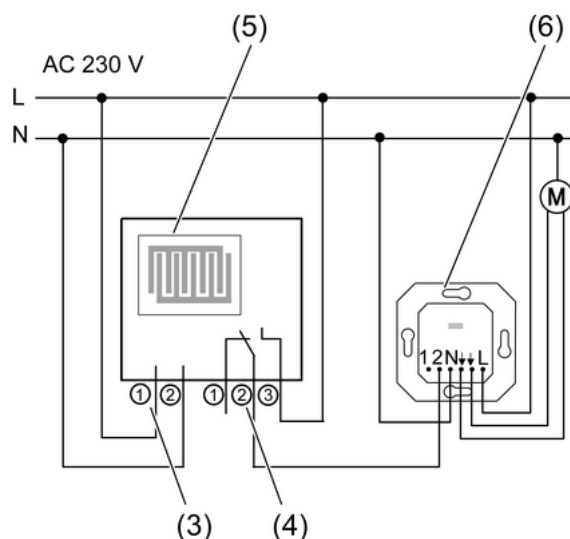

Bild 2: Anschlussbeispiel Niederschlagssensor an Jalousiesteuerung (6)
- Netzleitung (3) und Steuerleitung (4) des Niederschlagssensors (5) wie im Anschlussbeispiel (Bild 2) dargestellt anschließen. Dabei sollte die Ader 3 der Steuerleitung an den Außenleiter angeschlossen werden, damit an der freien Ader 1 keine Spannung anliegt.